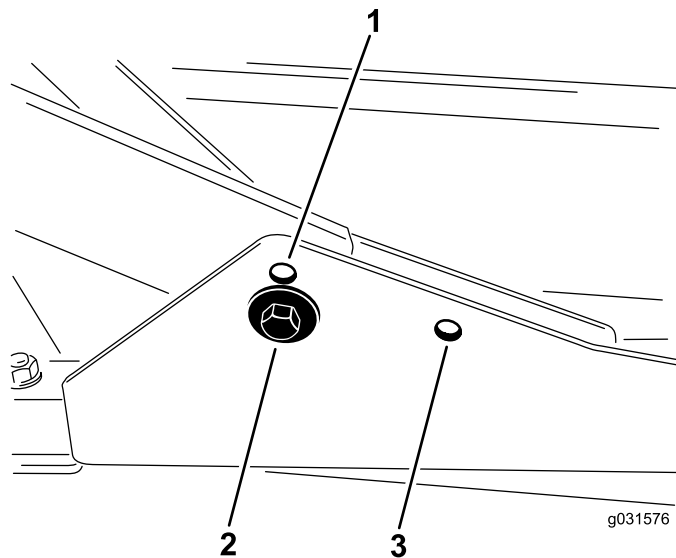

図 16
1. 刈高を 20-76 mm にセットする場合には、前キャリアフレームを下側の穴に取り付けます 図 16。
2. 刈高を 63-100 mm にセットする場合には、前キャリアフレームを上側の穴に取り付けます 図 16。
後カッティングユニットは、刈り高に関係なく後側の取り付け穴を使って取り付けます 図 16。